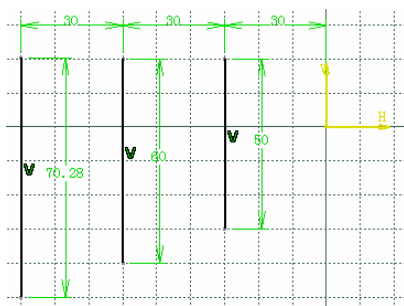
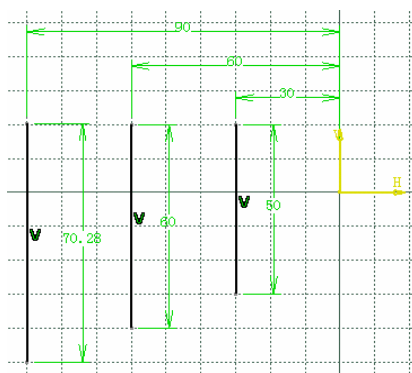

图 2-186
图 2-187
- Constraint Mode: 确定尺寸约束的模式，包括 Chained (链式) 和 Stacked (堆积式) 两种。如图 2-186 所示为选择链式生成的尺寸约束；如图 2-187 所示为选择堆积式生成的尺寸约束。